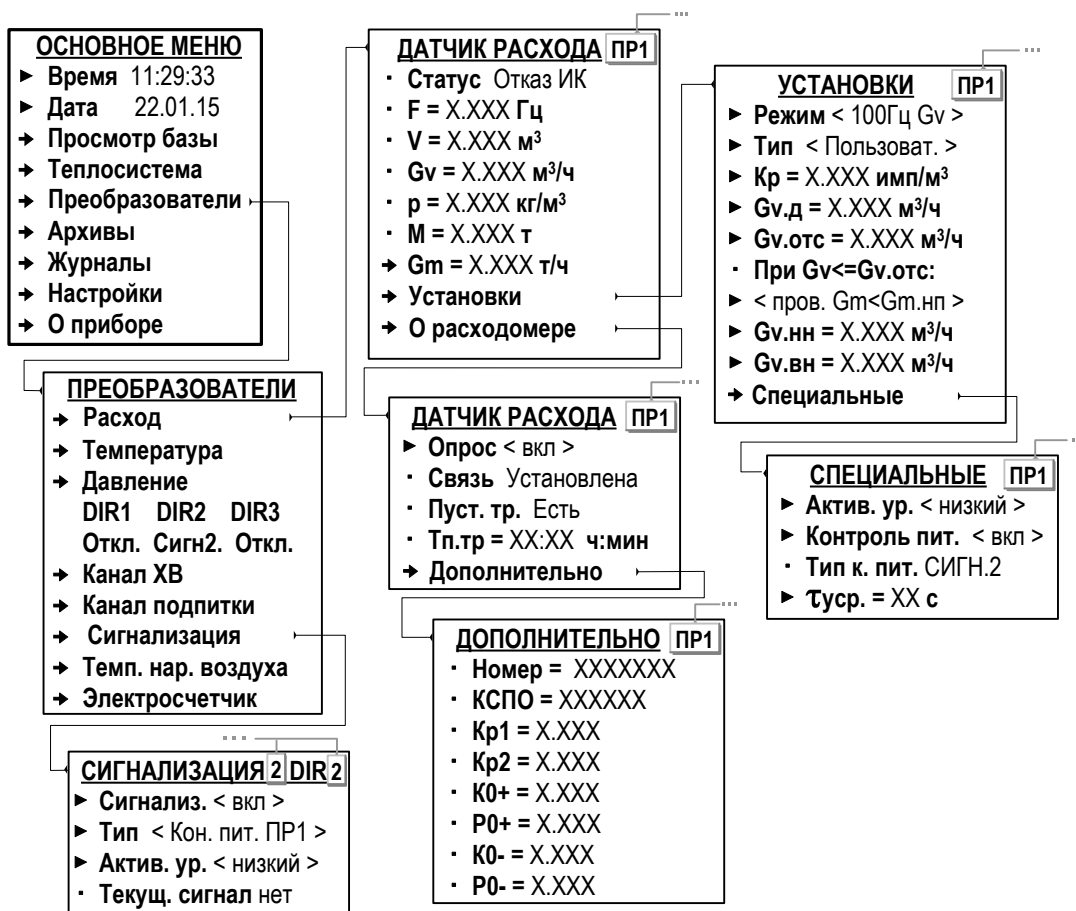

Рис.24. Вид меню установочных параметров ПР (режим СЕРВИС).
Отсутствие сигнала соответствующего уровня от ПР в течение **τпров** определяются как **Отказ ИК** (Отказ измерительного канала – меню **Преобразователи / Расход** параметр **Статус**, рис.24).
Контроль питания расходомера также может быть назначен в меню **Преобразователи / Сигнализация** (рис.24). В этом случае в меню **Преобразователи / Расход / Установки / Специальные** будет индцироваться строка **Тип к. пит. СИГН.1(2,3)**.
7.5.2.4. Для ПР, физически подключенных к входу «RS485.ПРИБОР» и программно подключенных к ТВ по интерфейсу RS-485 (п.7.3.4.3) в меню **О расходомере** (рис.24) появляются дополнительные строки: